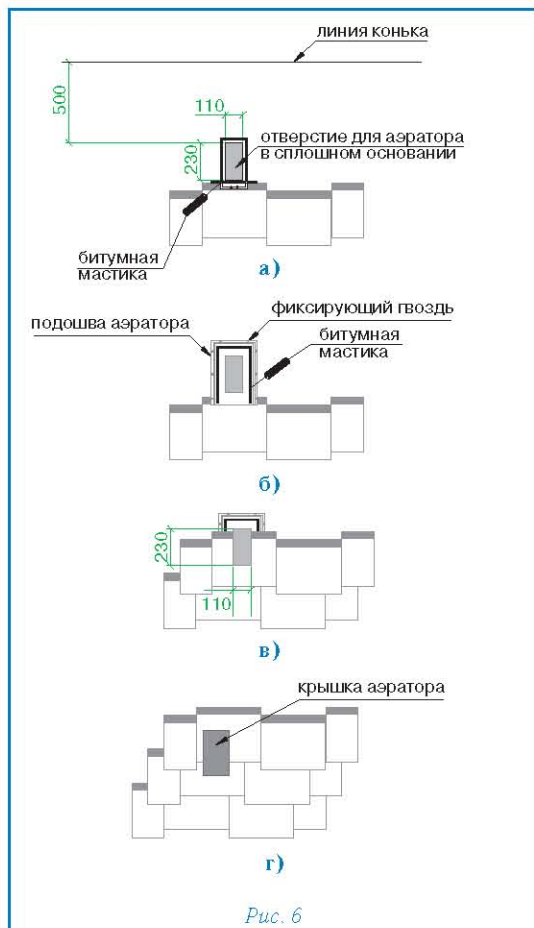

Рис. 6
### Установка аэратора (рис. 6)
- В сплошном основании кровли прорезается отверстие 11 x 23 см, расположенное согласно рис. 6а;
- корпус аэратора устанавливается поверх отверстия и фиксируется гвоздями из нержавеющей стали; по верхней и боковым сторонам подошвы корпуса также наносится битумная мастика (рис. 6б);
- далее укладывается очередной ряд черепицы; подошва аэратора при этом закрывается листом ПРЕСТИЖ ЗОДЧИЙ ЦИНК-ТИТАН с заранее прорезанным в нем отверстием (рис. 6в);
- на корпус аэратора устанавливается крышка, которая фиксируется нажатием (до щелчка) (рис. 6г).